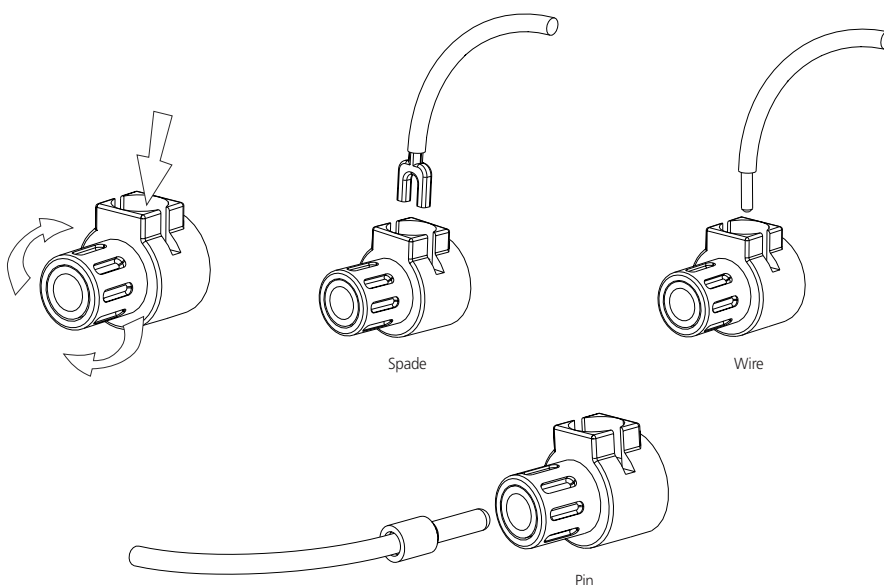

Figure 2
Branchez les câbles de l'un de vos haut-parleurs aux bornes "+" et "-" du panneau arrière de l'amplificateur NAD série CI. Pour chaque voie, la borne rouge est la sortie positive "+" et la borne noire est la sortie négative "-" ou "masse" (Cf. Figure 2).
- 1 **Connecteurs à broche** : Un connecteur à broche est un cylindre métallique fin, serti ou soudé à l'extrémité d'un câble. La tige filetée de chaque borne comporte une ouverture acceptant les connecteurs à broche d'un diamètre inférieur ou égal à 3 mm. Dévissez la bague en plastique de chaque borne pour exposer le trou dans l'axe métallique. Insérez le connecteur à broche dans le trou, puis tournez la bague dans le sens des aiguilles d'une montre pour la serrer contre le connecteur à broche (Cf. Figure 2).
- 2 **Cosses plates** : Dévissez la bague en plastique, insérez la cosse plate en forme de "U" dans l'ouverture oblongue, puis serrez la bague sur la cosse (Cf. Figure 2).
- 3 **Fils nus** : Séparez les deux conducteurs du câble (s'ils sont fournis sous forme de paire), puis dénudez l'extrémité de chaque conducteur sur 1 centimètre. Sur chaque conducteur, torsadez les brins de fil exposés pour les solidariser. Dévissez les bagues en plastique des bornes "+" et "-", insérez le fil nu dans le trou de l'axe métallique, puis revissez la bague en plastique jusqu'à ce qu'elle retienne solidement le fil (Cf. Figure 2). Vérifiez qu'aucun brin de fil libre ne touche le châssis ou une autre borne.